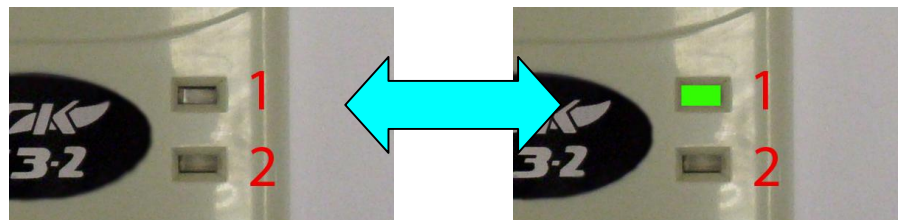

Рисунок 21. Индикаторы сигнализатора СЗ-2. Режим прогрева. Индикатор 1 мигает зеленым цветом. Режим ведомого.
10.4. Далее сигнализатор переходит в режим прогрева. Индикатор 1 моргает зеленым цветом в течении 3 минут с частотой 1 Гц. (см. рисунок 21). Не дожидаясь конца прогрева перейти к п .11.